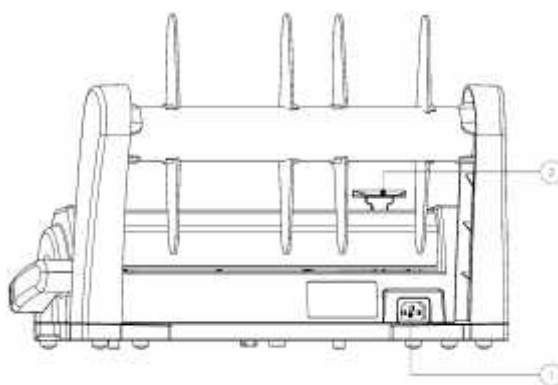

fig. 5 Punctul de conexiune
Introduceți mufa mam a cablului de alimentare în portul de alimentare (1) al ma inii (vezi fig. 5). Apoi, introduceți cablul de alimentare în priza din perete.